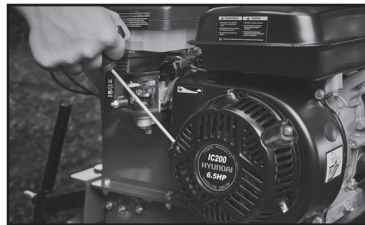

Рис. 12
- Слегка потянуть за рукоятку стартера (Рис. 12), затем потянуть интенсивно, двигатель должен запуститься.